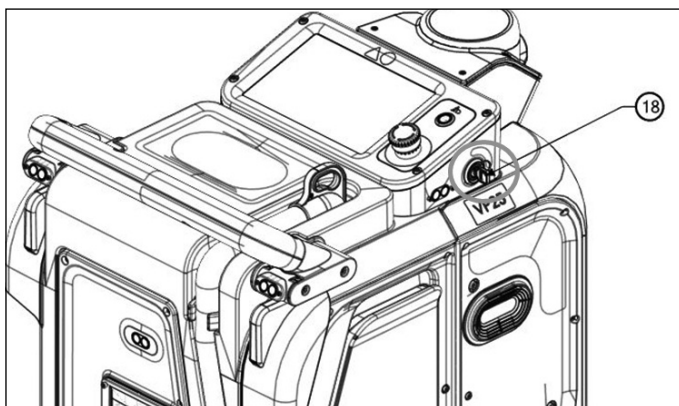

Figure 55
1. Insérez la clé dans l'interrupteur à clé (**18**) comme indiqué (**Fig. 55**).